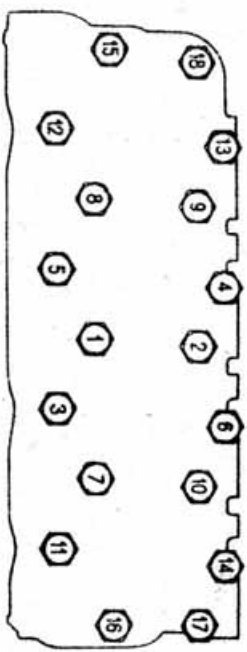

Рис. 6. Порядок подтяжки гаек крепления головки цилиндров.
1. Подтяните гайки крепления головок цилиндров двигателя, соблюдая порядок, указанный на рис. 6. Эту операцию делайте специальными ключом, прилагаемым к автомобилю, без рычков и только на холодном двигателе. Запрещается удлинять ключ (наставляя его трубой и т. д.). Остерегайтесь перетяжки этих гаек, так как это может вызвать обрыв шпилек. Момент затяжки гаек равен 7,3—7,8 кгм. Перед подтяжкой гаек крепления головок цилиндров слейте воду из двух краников рубашки двигателя, ослабьте гайки крепления выпускной трубы, а после подтяжки гаек головок цилиндров подтяните гайки выпускной трубы и обязательно проверьте и отрегулируйте, если необходимо, зазоры между клапанами и коромыслами. Затем закройте краники и залейте воду в систему охлаждения. На работающем двигателе проследите за отсутствием течи из-под крышек коромысел.